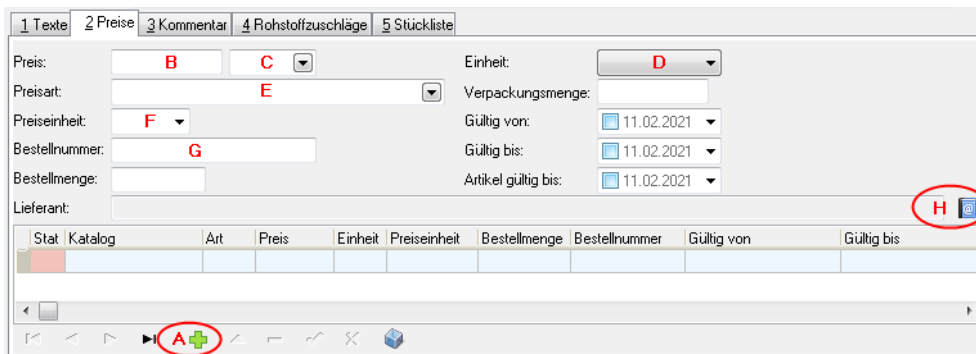

Abbildung 3.5.1: Beispiel einer Preiseingabe zu einem Material
1. Betätige im Material-Dialog auf der Registerkarte **Preise** die Schaltfläche  (siehe Abbildung 3.5.1, Markierung A).